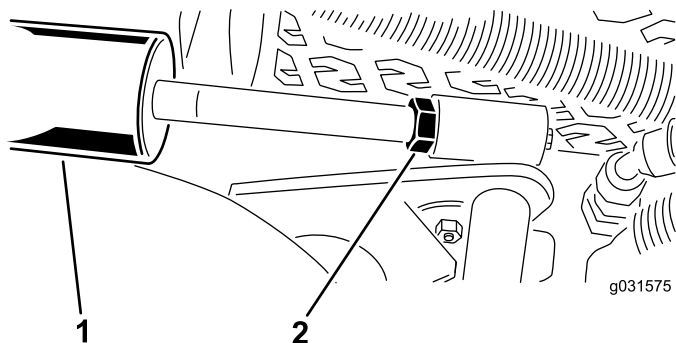

Figura 15
- A. Abbassate l'apparato di taglio e allentate il controdado sul cilindro (Figura 15).